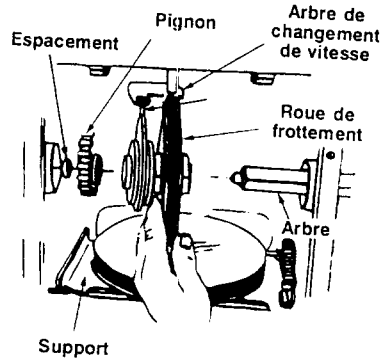

FIGURE 33
- Positionnez la roue de frottement sur la goupille du levier de vitesses et faites passer l'arbre à travers la roue de frottement. Voir la figure 33.